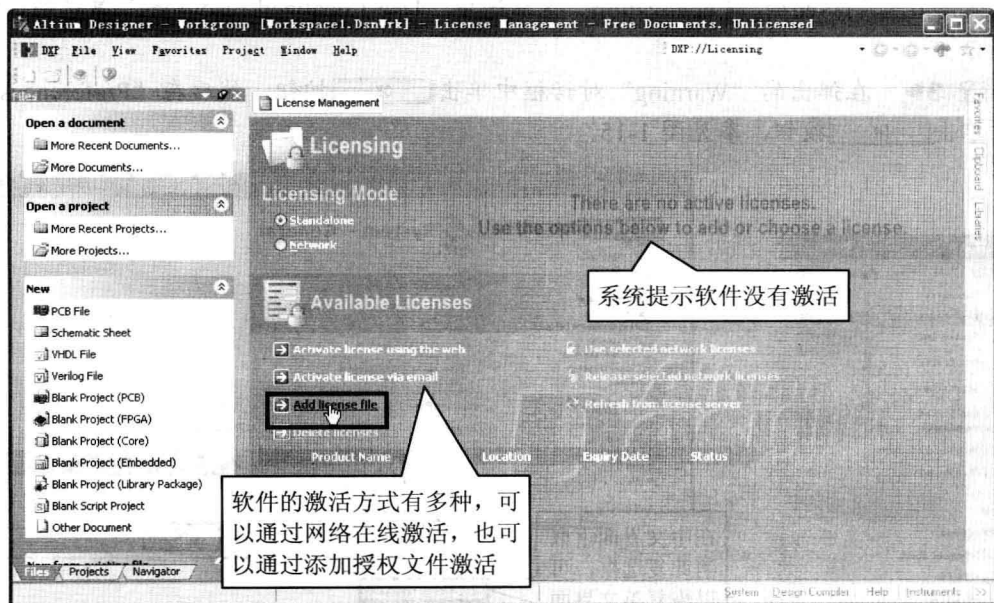

图 1-11 Protel DXP 2004 的许可管理界面
首次启动 Protel DXP 2004 SP4, 系统会弹出图 1-11 所示的许可管理界面, 要求用户激活软件 (否则软件将无法正常使用)。下面, 我们来激活 Protel DXP 2004。
**步骤 1▶** 在图 1-11 所示界面中, 单击 **Add license file** 按钮。